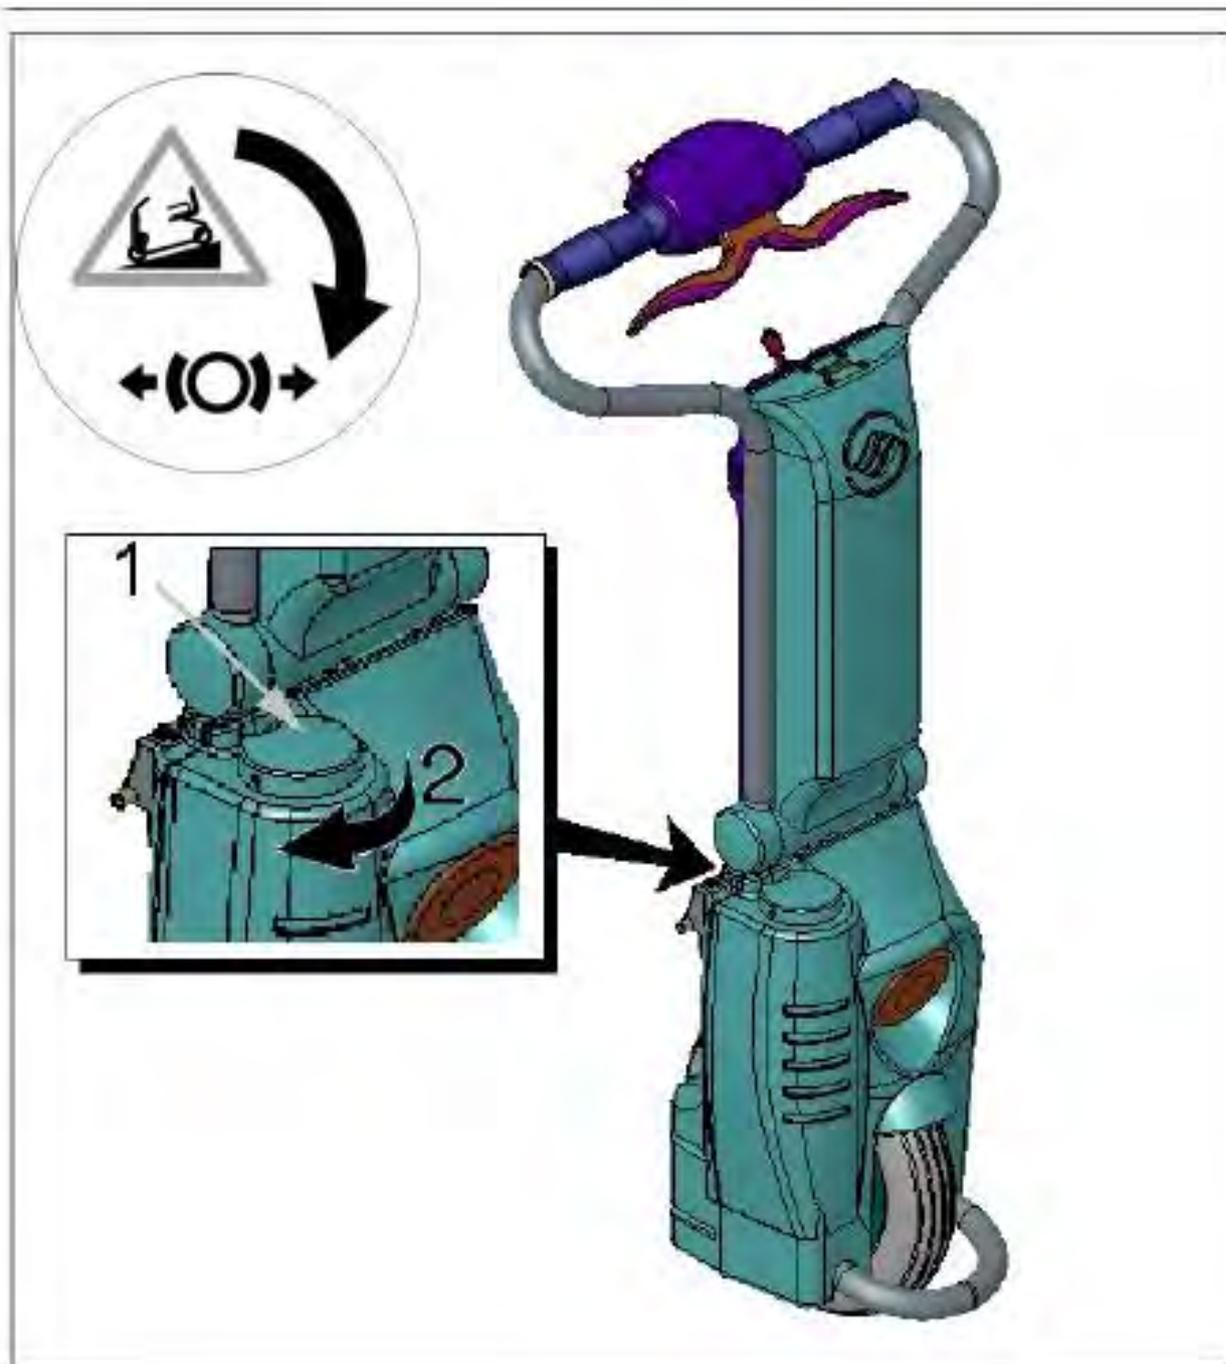

Figura 13
Ver figura 13: Si quiere quitar el freno automático tan sólo tiene que girar la ruleta (1) en sentido de las agujas del reloj de la figura 13 hasta su posición final.